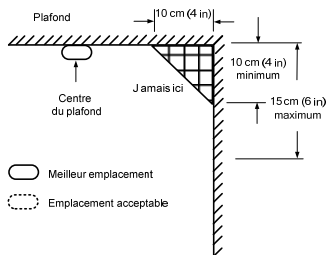

Figure 4 : Les emplacements les plus recommandés et les emplacements acceptables pour monter les détecteurs de fumée
- ◆ Installez les détecteurs de fumée aussi près que possible des centres des plafonds. Si ce n'est pas possible, placer les alors aux plafonds, mais pas plus près que 10 cm (4 pouces) de tout mur ou coin, comme indiqué dans la figure 4.
- ◆ Si le montage au plafond n'est pas possible, et si le montage au mur est permis par vos codes locaux et nationaux, placez les détecteurs montés au mur entre 10 à 15 cm (4 et 6 pouces) du plafond, voir aussi la figure 4.